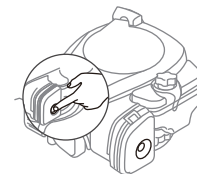

Fig.6B
2. Appuyez trois fois sur la poire d'amorçage avant de démarrer le moteur. (Fig.6B)
4. Tenez fermement la barre de contrôle du frein. Tirez lentement sur la poignée de démarrage jusqu'à ce que vous sentiez une résistance, puis tirez rapidement. Remettez-la lentement dans la boucle après le démarrage du moteur. (Fig. 6B)